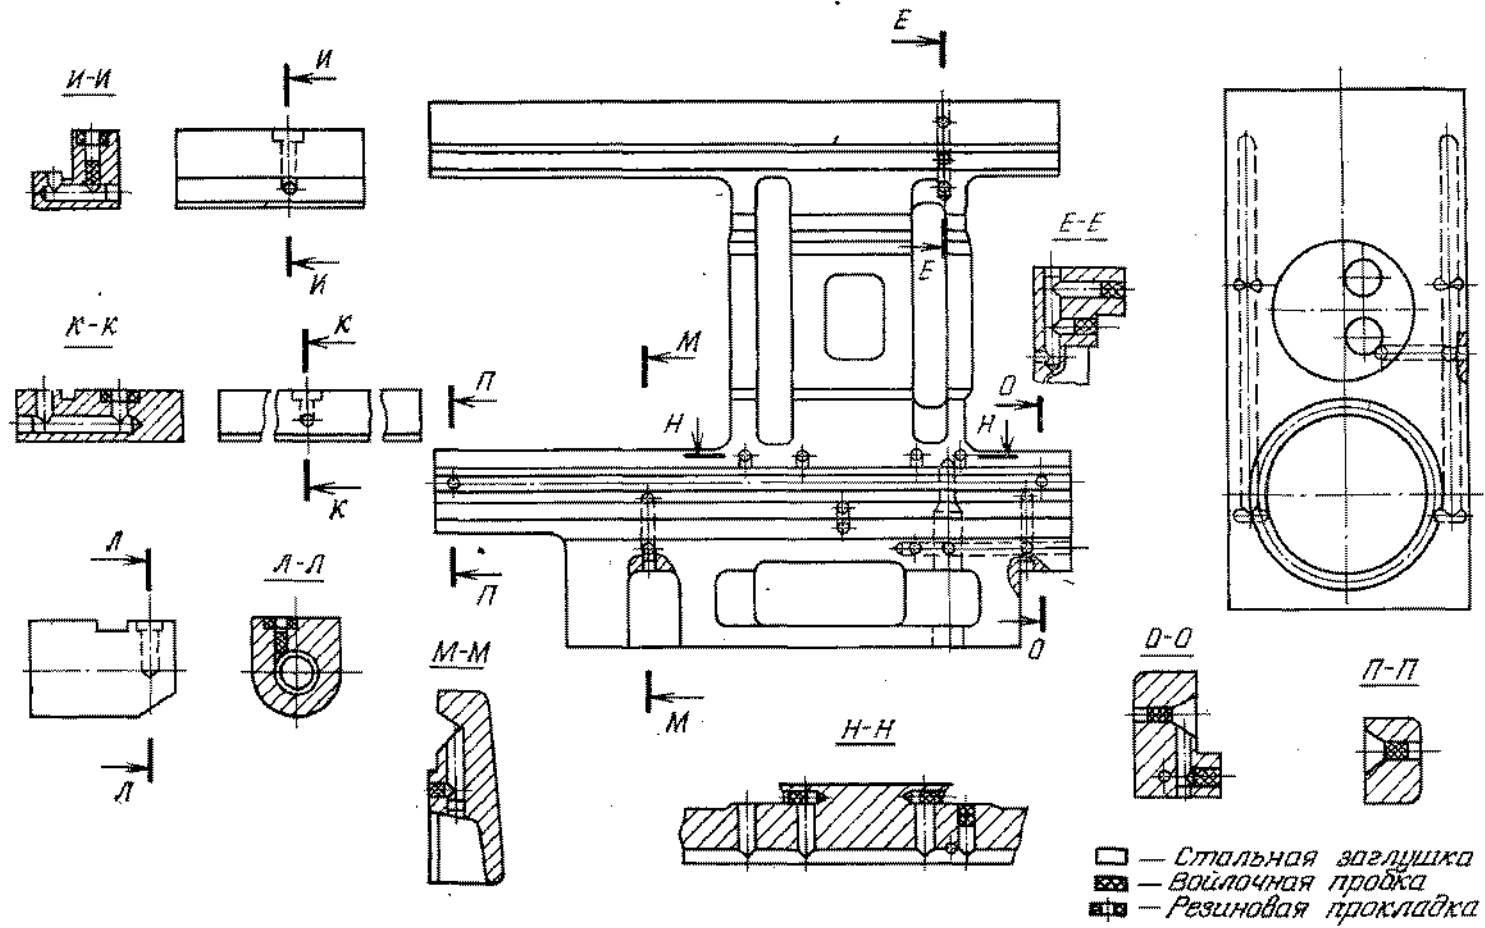

Рис. 31. Схема расположения заглушек, пробок и прокладок в каретке.
13.5.8. Представленная на рис. 31 схема служит для правильной установки заглушек, пробок и прокладок системы смазки в каретку при ремонте станка.